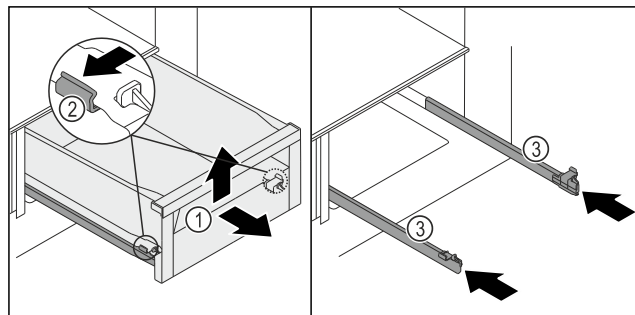

Fig. 210
- ▶ Extrageți sertarul Fig. 210 (1) până la opritor.
- ▶ Apăsăți concomitent ușor spre exterior clema Fig. 210 (2) stânga și dreapta pe șine.
- ▶ Sertarul Fig. 210 (1) se desprinde de pe șine.
- ▶ Ridicați sertarul Fig. 210 (1) în față.
- ▶ Extrageți sertarul Fig. 210 (1) spre partea frontală.
- ▶ Împingeți în interior șinele Fig. 210 (3).